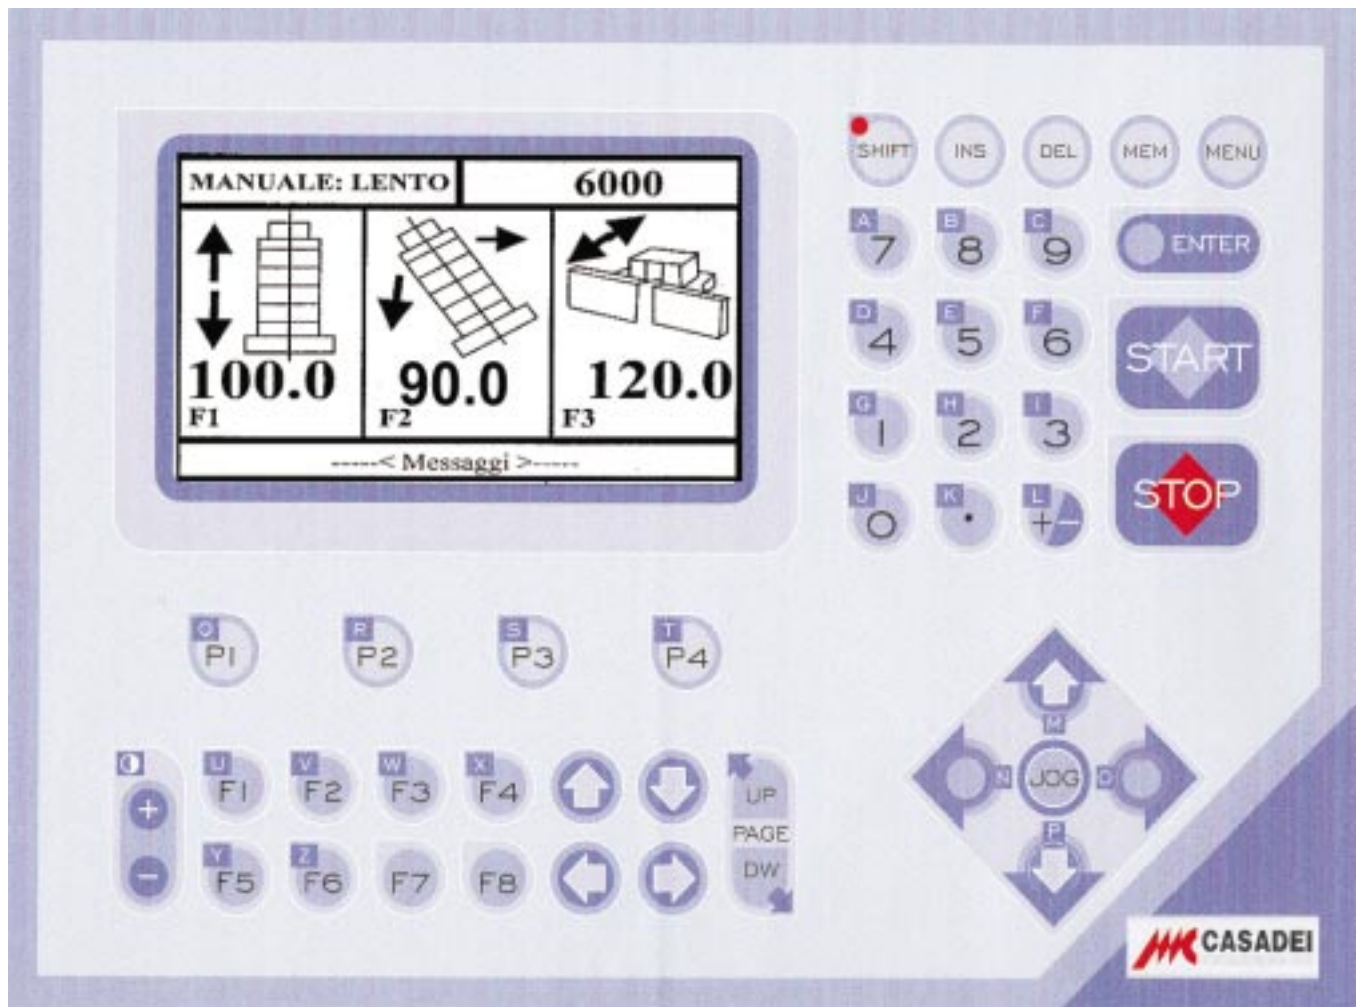

Fig. 7.5
Se si vuole inserire una diversa velocità di lavorazione, premere il tasto **MEM** (Fig. 7.5). Sul display riportante le velocità preimpostate, apparirà una casella libera. Mediante i tasti freccia, posizionare il cursore nella casella libera e digitare il valore della velocità desiderata mediante il tastierino numerico(**JOG**, Fig.7.5). Fatto ciò memorizzare la velocità impostata premendo il tasto **ENTER** (Fig. 7.5).
- Ripristinare il programmatore agendo sul tasto "**MENU**" (Fig.7.5).
To set a different operating speed, press the **MEM** key (Fig. 7.5). A blank box will appear on the display showing the pre-set speeds. Use the arrow keys to move the cursor to the blank box and type in the required speed with the numeric keys (**JOG**, Fig. 7.5).
After doing this, store the set speed in the memory by pressing **ENTER** (Fig. 7.5).
- Reset the controller by using the "**MENU**" key (Fig. 7.5).
Si se desea establecer una velocidad de trabajo diferente, pulsar la tecla **MEM** (Fig. 7.5). En la pantalla que indican las velocidades preestablecidas, aparecerá una casilla libre. Mediante las teclas flecha, colocar el cursor en la casilla libre y digitar el valor de la velocidad deseada mediante el teclado numérico (**JOG**, Fig. 7.5).
Una vez efectuado esto, memorizar la velocidad establecida pulsando la tecla **ENTER** (Fig. 7.5).
- Restablecer el programador obrando en la tecla "**MENÚ**" (Fig. 7.5).